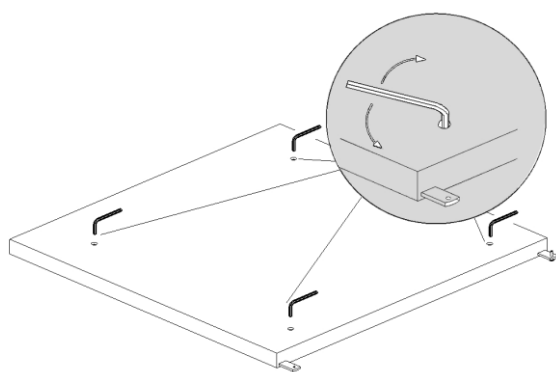

Abb. 2
- Stellen Sie das **Bodenpaneel** auf dem Bodem. Berücksichtigen, dass das Gerät rückwärts leicht geneigt bleiben soll, um den Verschluss der Türen zu erleichtern und ein guten Betrieb zu versichern. Die kleinen Höhenunterschiede können durch die Einstellung der Füße (Abb.2) ausgeglichen werden;